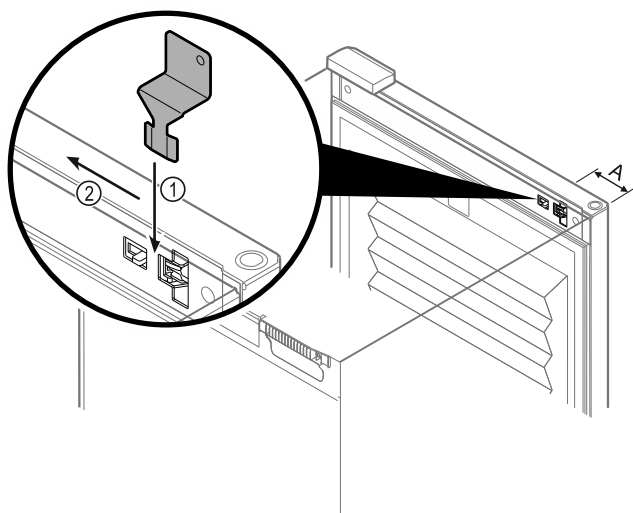

Fig. 218
- Posizionare la chiave di sblocco di emergenza nel punto specificato Fig. 218 (A) \approx 100 mm.
- Inserire la chiave di sblocco di emergenza tra la porta e il corpo dell'apparecchiatura dall'alto fino all'arresto Fig. 218 (1).
- Tirare la chiave di sblocco di emergenza verso il lato della cerniera Fig. 218 (2).